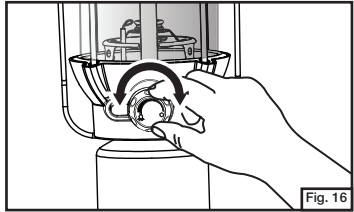

Fig. 16
- El brillo puede ajustarse con la válvula de combustible. (Fig. 16)